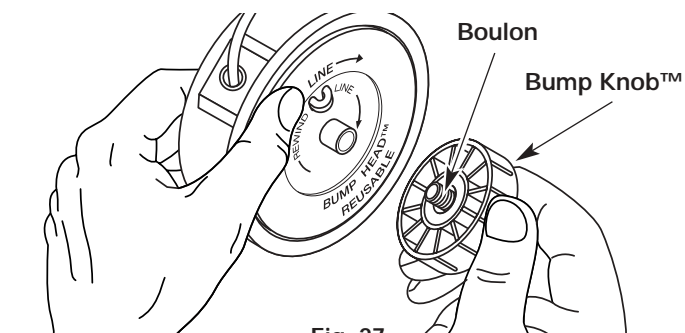

Fig. 27
1. Tenez la bobine extérieure d'une main et dévissez le bouton de butée vers la gauche (Fig. 27). Inspectez le boulon à l'intérieur du bouton de butée pour vous assurer qu'il se déplace librement. Remplacez le bouton de butée s'il est endommagé.
2. Retirez le moulinet intérieur de la bobine extérieure (Fig. 27).
3. Retirez le ressort du moulinet (Fig. 27).
2. Retirez l'ancien moulinet intérieur de la bobine extérieure (Fig. 27).
3. Retirez le ressort de l'ancien moulinet intérieur (Fig. 27).